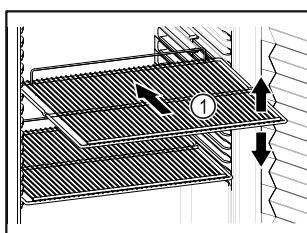

Fig. 59 Beispielhafte Darstellung
- Wenn Ablageflächen Fig. 59 (1) versetzbar sind, Ablageflächen je nach Höhe anpassen.